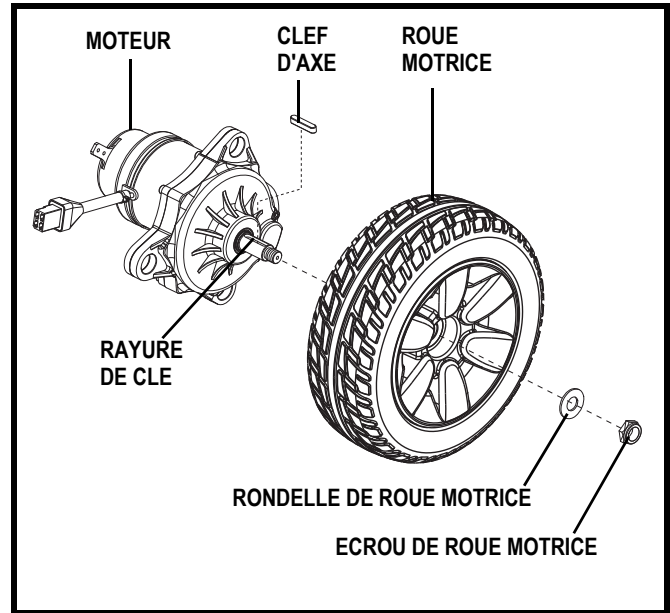

Figure 20. Roue motrice du Jazzy Select Elite
4. Retirez l'écrou et la rondelle de roue motrice sur l'essieu. **Voir la figure 20.**
8. Réinstallez la roue motrice, la rondelle et l'écrou sur l'essieu et serrez bien. **Voir la figure 20.**